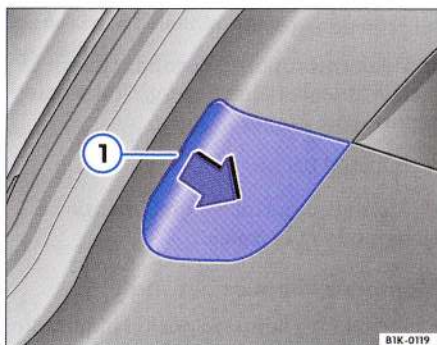

Fig. 55 Imagine din ușa hayon: Scoaterea capacului.
- Ajutați-vă de capătul plat al șurubelniței. Introduceți-l în adâncitura ⇒ fig. 55 ① și dislocați capacul cu atenție în sensul indicat de săgeată. ▶